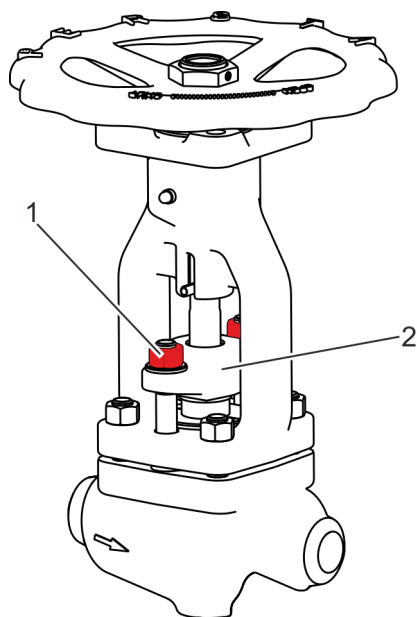

Fig. 48: Atornillar el prensaestopas
- 32.** ▶ Atornille el prensaestopas (Fig. 48/2) enroscando las tuercas (Fig. 48/1) en los espárragos roscados del cuerpo de la válvula sin apretarlas del todo.